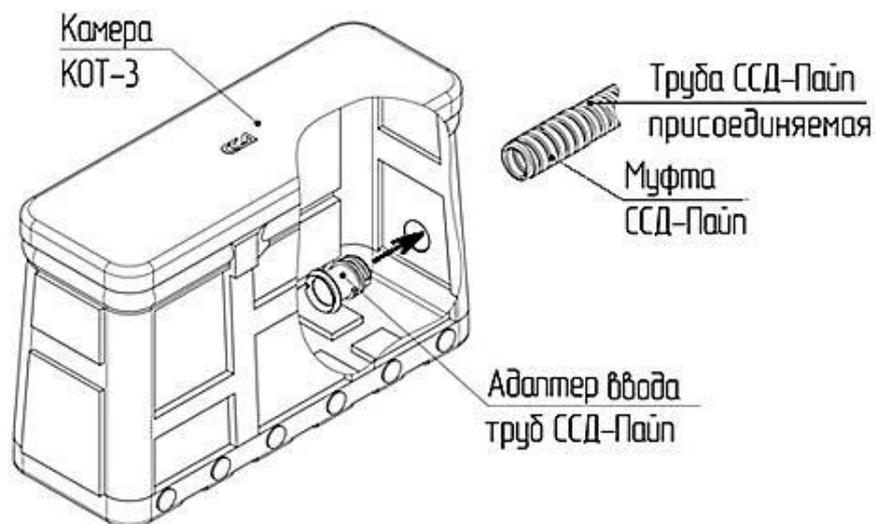

Рис. 14. Установка адаптера в отверстие и подвод трубы «ССД-Пайп» к камере КОТ-3-ССД.
9.2.5. В подготовленное отверстие изнутри камеры КОТ-3-ССД вставляют адаптер ввода (рис. 14). Адаптер вставляют до упора его фланца в стенку камеры.